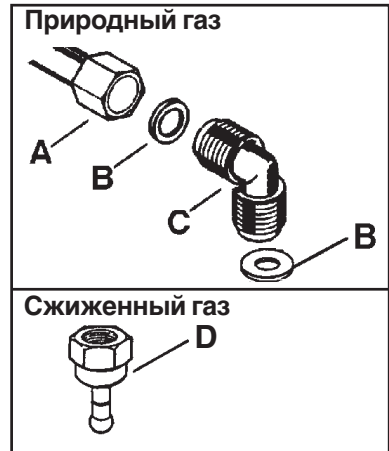

Рис. 3
Проложите уплотнение между компонентами, как показано на рис. 3.
Сжиженный газ: воспользуйтесь держателем резиновой трубы «D» (Fig. 3).
- температура ни одной из его частей не должна превышать комнатную более, чем на 30°C; если гибкий шланг, для того, чтобы достичь панели, следует удлинить, сделать это надо, как показано на рис. 3;